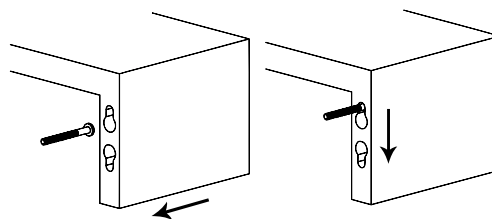

Figura 3
PASO 3: Cuelgue cada repisa al ubicar los ojos de la cerradura sobre los tornillos y al aplicar una ligera fuerza hacia abajo, como se muestra en la **Figura 3**.